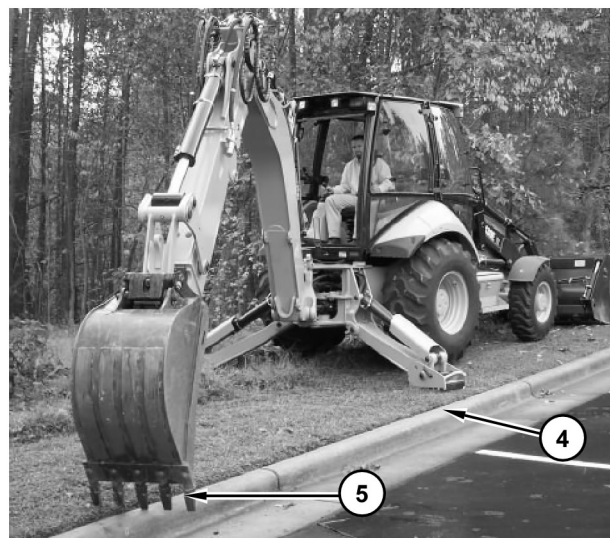

Ilustración 125
4. Mueva el cucharón a la posición deseada como “Objetivo”. Vea la Ilustración 125. Oprima “OK” para entrar en la pantalla “Cut” (Corte). Configure la profundidad de corte deseada. Vea la Ilustración 126.